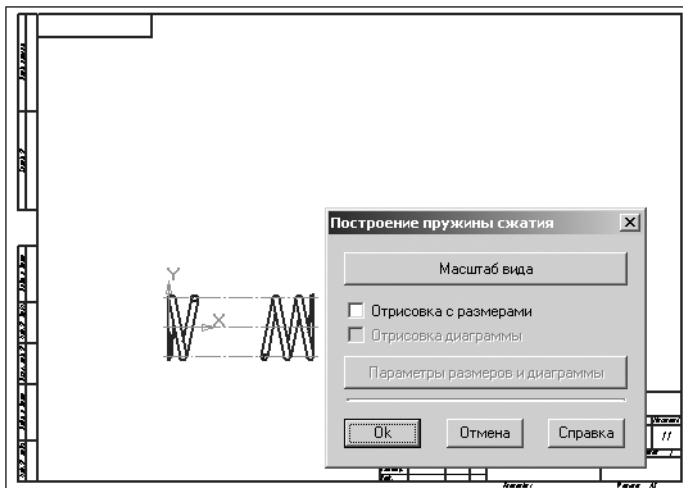

Рис. 4.40. Графическое изображение пружины сжатия и диалоговое окно
- щелкните в главном окне системы **Проектирование цилиндрической пружины сжатия** по кнопке **Построение**. Появятся графическое изображение только что рассчитанной пружины сжатия и диалоговое окно **Построение пружины сжатия**, см. рис. 4.40.
- щелкните в диалоговом окне **Построение пружины сжатия** (см. рис. 4.40) по кнопке **Масштаб вида**. Появится диалоговое окно **Выбор масштаба** (см. рис. 4.25);